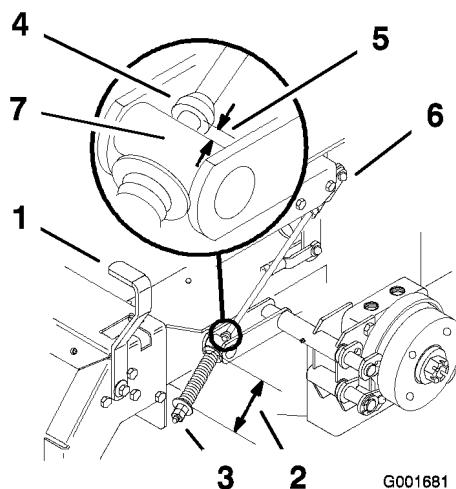

Figure 44
2. Mesurez la longueur du ressort ; les rondelles doivent être distantes de 74 mm (2-3/4 pouces) (Figure 44).
- A. Desserrez l'écrou de blocage situé sous le ressort et serrez l'écrou directement au-dessous de la chape (Figure 44).
6. Mesurez la distance entre le galet de tourillon et le collier sur la tige de frein. Elle doit être comprise entre 5 et 7 mm (3/16 et 1/4 pouce) (Figure 44).
- B. Tournez les écrous de réglage inférieurs jusqu'à obtention de l'écart voulu (Figure 44).